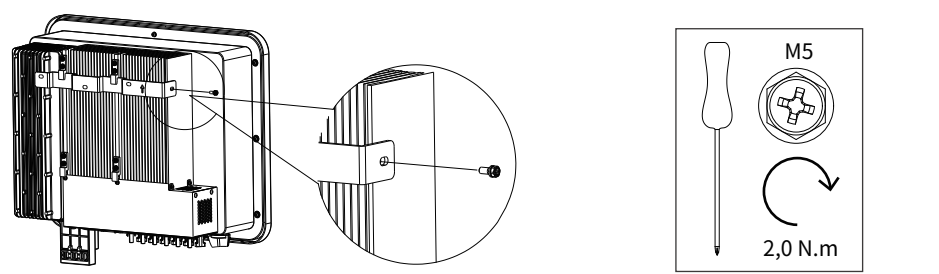

Abbildung 2.3 Wandmontage vom Wechselrichter
- Lift the inverter and align the rear bracket of the inverter with the convex of the mounting bracket. Hang the inverter on the mounting bracket and make sure it is secure (see Fig. 2.3).
- Heben Sie den Wechselrichter an und richten Sie die hintere Halterung des Wechselrichters mit dem Vorsprung der Montagehalterung aus. Hängen Sie den Wechselrichter an die Montagehalterung und stellen Sie sicher, dass er sicher ist (siehe Abbildung 2.3).